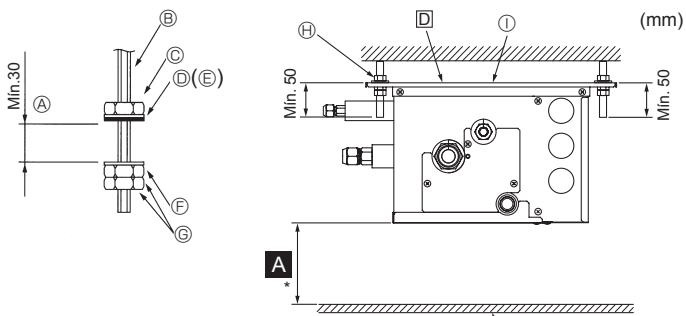

Fig. 6-1
- (2) Fije las arandelas y tuercas (①, ②, adquiridas localmente) a los pernos de suspensión. (Fig. 6-1)
- (3) Cuelgue la unidad de los pernos de suspensión.